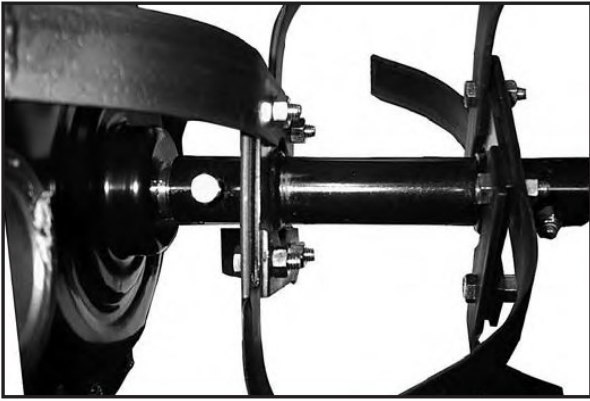

Fig. 5
1. Remove the two tiller units by unscrewing the two screws that fix them to the tine shaft (fig. 5).
1. Die zwei Fräsgruppen abnehmen, dazu die beiden Befestigungsschrauben auf der Hackenwelle ausschrauben (Abb. 5).
1. Togliere i due gruppi fresa svitando le due viti di fissaggio sull'albero zappe (fig. 5).
- 1- Extraer los dos grupos fresa desenroscando los dos tornillos que los fijan al eje de las azadas (fig. 5).
1. Enlever les deux groupes fraise en dévissant les deux vis de fixation à l'arbre houes (fig. 5).
1. Desmonte os dois grupos de fresar, despertando os dois parafusos que os estão a fixar ao veio das enxadas (fig. 5).